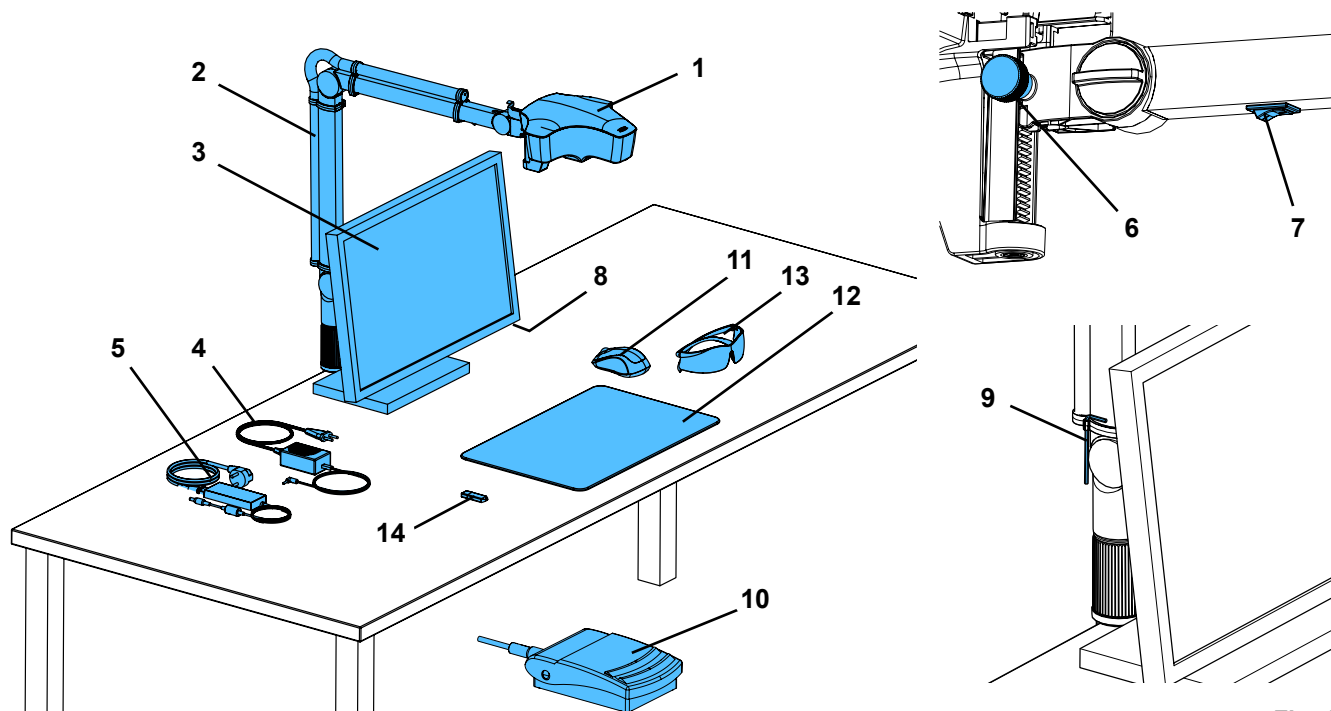

Fig. 1
- ⇒ Coloque el apoyo para la mesa (12, Fig. 1) sobre la mesa de trabajo.
⇒ Coloque el ratón (11, Fig. 1) al lado del apoyo de la mesa.
⇒ Coloque el interruptor de pie (10, Fig. 1) debajo de la mesa e introduzca el cable del interruptor de pie en el interruptor de pie.
- Tornillo de fijación en el cabezal (31).
- Tornillo de apriete central (32).
- Tornillo de apriete en el pie (33).
- Tornillo de apriete (34) con herramienta adjunta (9, Fig. 1).